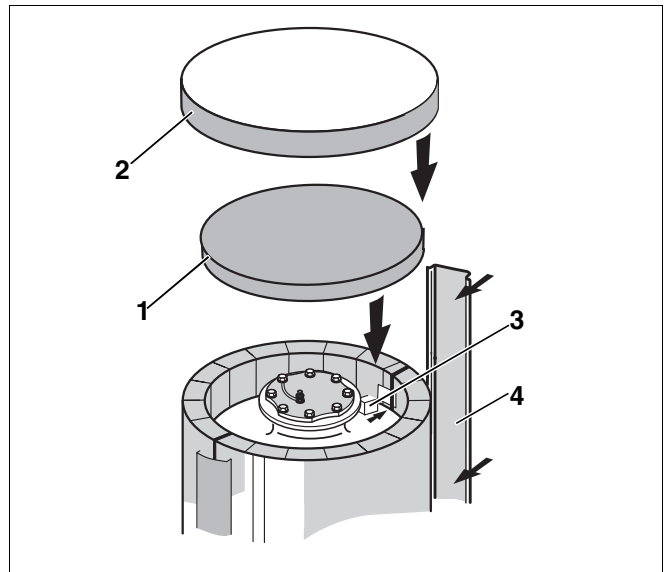

Fig. 8 Isolation thermique – Trappe de visite supérieure
- Insérer la baguette de recouvrement (fig. 8, **pos. 4**) sur la baguette de fermeture du matelas isolant.
- Placer le bouchon isolant carré (fig. 8, **pos. 3**) dans la découpe à l'intérieur.
- Poser le disque d'isolation thermique (fig. 8, **pos. 1**) sur la trappe de visite supérieure de manière à ce qu'il soit jointif avec le bord du matelas isolant.
- Placer le capot du préparateur (capot plastique, fig. 8, **pos. 2**) sur la plaque isolante et sur le bord du matelas isolant.